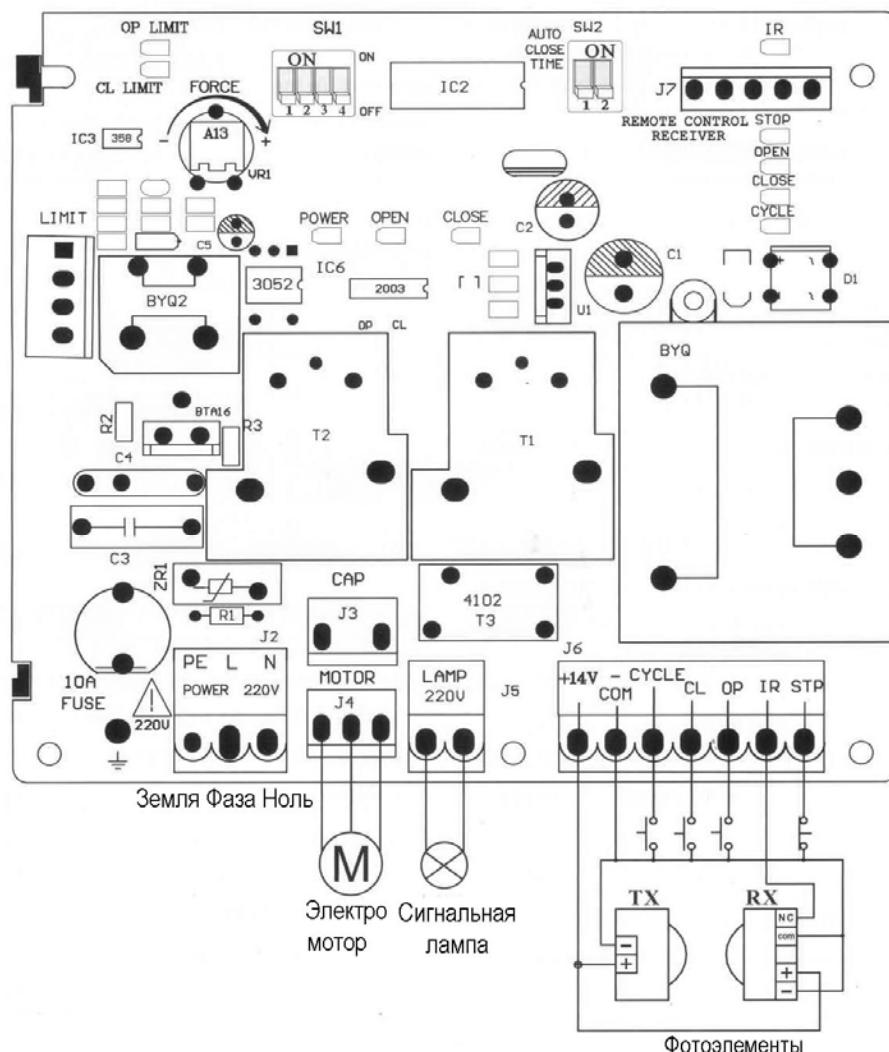

Рис. 10
5.3 Разъем J2 – подключение сети 220В (Рис.10)
5.4 Разъем J5 – подключение сигнальной лампы (Рис.10)
5.5 Разъем J6 – подключение аксессуаров и устройств безопасности (Рис.10)
Активация режима автозакрытия устанавливается DIP-переключателем 4 SW1 (Рис. 10)
Потенциометром **FORCE** (Рис. 10) установить требуемое усилие в соответствии с национальными нормативными документами.